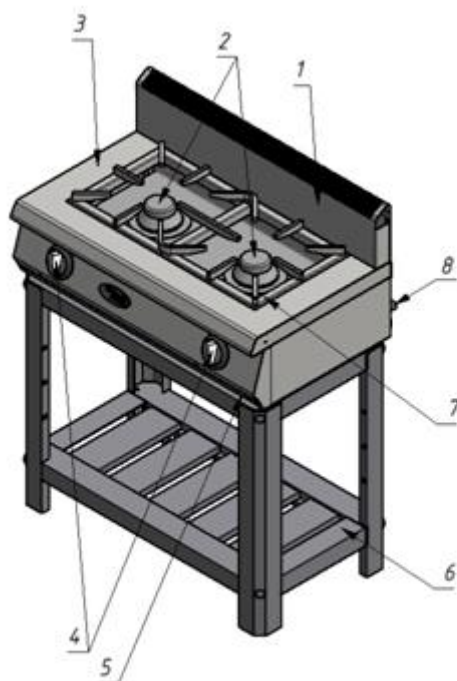

Рисунок 1 – Устройство плиты газовой Ф2ПГ/600 (открытый стенд)
- 5.2. Основные части плиты газовой указаны на рис.1 и перечислены в таблице.1. (на примере 2-х конфорочной плиты на открытом стенде).